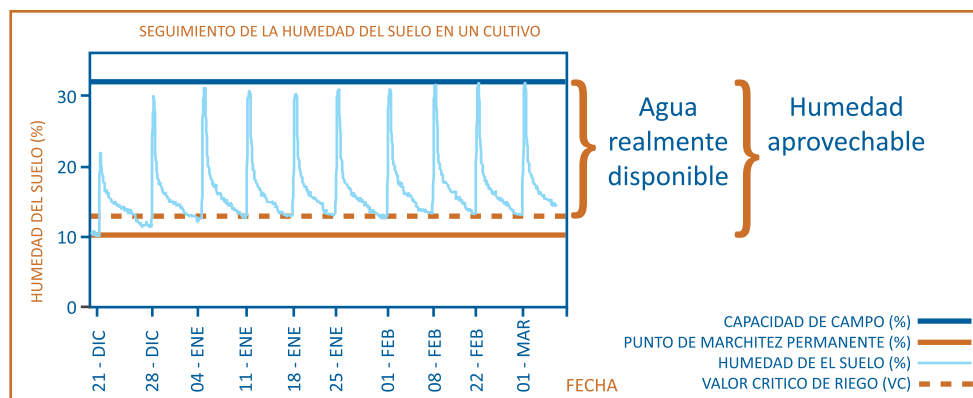

Figura 5. Gráfico de evolución de humedad en un cuartel, medido con TDR a lo largo de la temporada de riego.
manente, 0,33bar) se determina un valor crítico de riego (VC). Luego registrando las mediciones periódicas de humedad con el TDR, se puede revisar que la programación del riego ha sido bien hecha, evitando que la humedad del suelo llegue al VC y no a PMP, pues ahí la planta puede sufrir daños por la falta de agua (Figura 5).